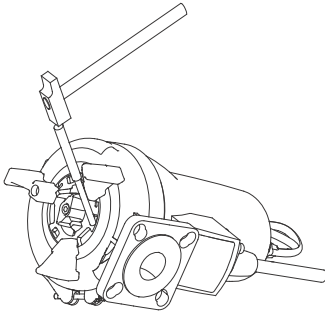

Fig. 13 Fjern kuttingen
2. Løsne kuttingen (44), og åpne bajonett-låseringen ved å slå på eller dreie kuttingen 15-20 ° med klokken. Se fig. 13.